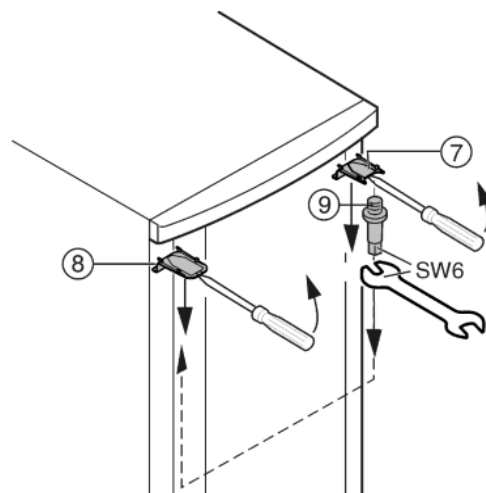

Fig. 7
▶ Odstraňte kryt Fig. 7 (7) a kryt Fig. 7 (8) šroubovákem vpředu uvolněte ze západek a odstraňte pohybem šikmo směrem dolů.
▶ Vyšroubujte ložiskové čepy Fig. 7 (9) a na protější straně zašroubujte silou (**4 Nm**).
▶ Namontujte opět kryt Fig. 7 (7) na straně ložiskového čepu: vzadu nasadte, vpředu nechte zaskočit do západek.
▶ Namontujte opět kryt Fig. 7 (8) na protější straně: vzadu nasadte, vpředu nechte zaskočit do západek.
▶ Zavěste dveře nahoře do ložiskového čepu Fig. 7 (9).